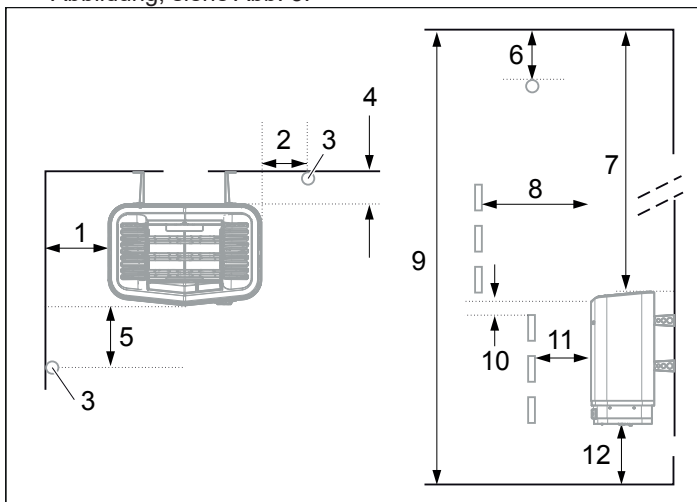
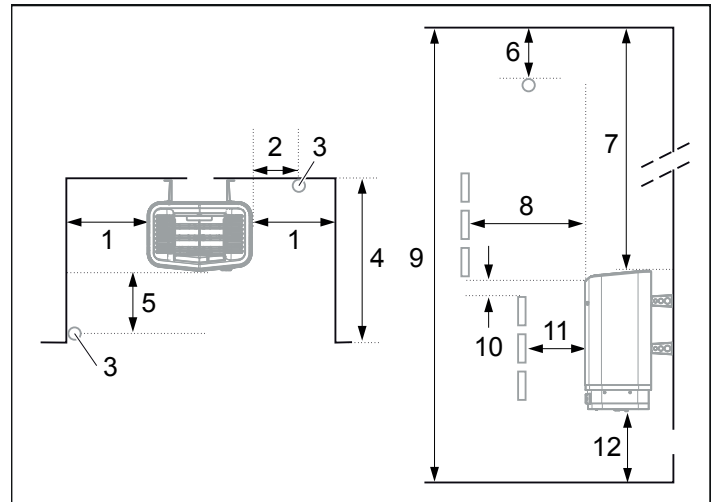

Abb. 3: Position des Saunaofens – Normalmontage
Abb. 5: Position des Saunaofens – Nischenmontage
- Planen Sie die Position des Sensors, siehe Abb. 3 sowie Abb. 5.
- An derselben Wand wie die Tür (nur ausnahmsweise an der Seitenwand, dann aber möglichst nah an der Türwand); der Ofen kann auch in einer Nische platziert werden, siehe Abb. 5.
- Mit sicherem Abstand zu Boden, Seitenwänden und Einrichtung, siehe Abb. 3. Platzieren Sie den Sensor gemäß der Abbildung, siehe Abb. 3.
1. Platzieren Sie den Saunaofen in sicherem Abstand zu Boden, Seitenwand und Einrichtung, siehe Abb. 5.
2. Platzieren Sie den Sensor gemäß der Abbildung, siehe Abb. 5.